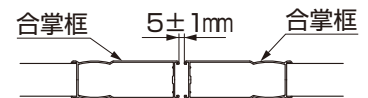

図8-1
- 両開きの場合、合掌框と合掌框のチリ寸法は 5 ± 1 mmに調整してください。(図8-1参照)